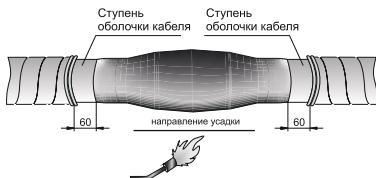

Рисунок 17
4.31 Расстояние от среза брони (защитного покрова) кабеля до торца трубы должно составлять 60 мм. При необходимости обрезать трубку до получения требуемого размера ступени оболочки кабеля (рисунок 17).